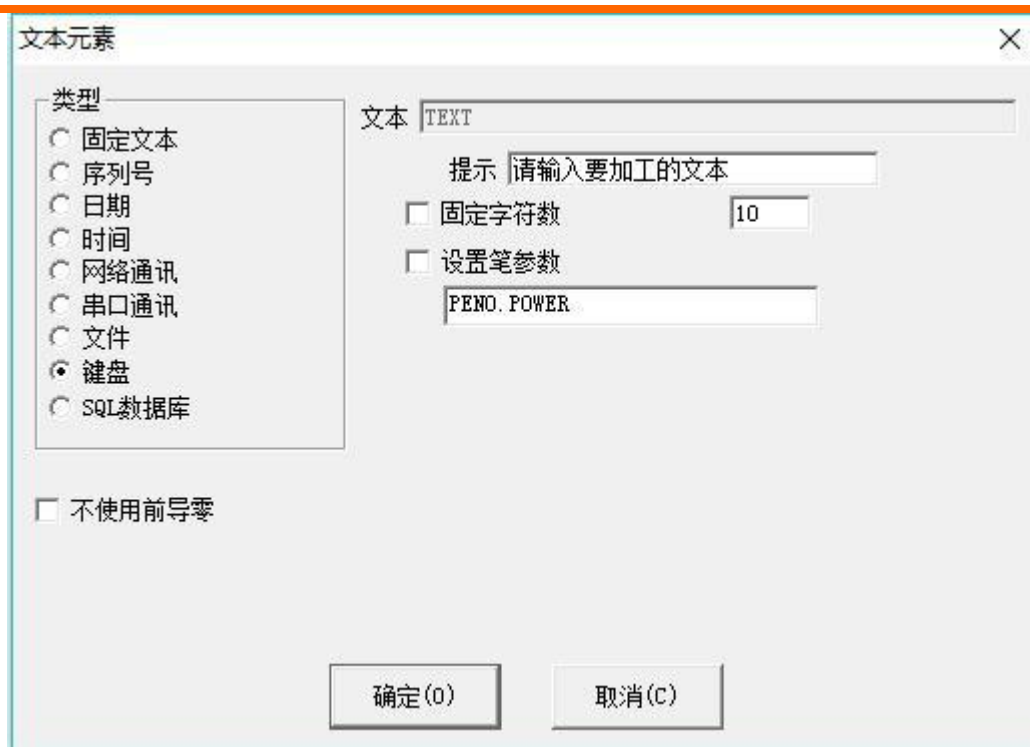

图 4-48
8) **键盘**：**键盘**元素是由用户从键盘输入要加工的文本，当选择了键盘元素系统要求用户设置键盘元素参数。当选择了键盘功能时出现以下对话框（图 4-48）：